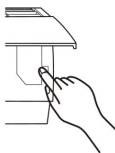

Рис.5
• Кнопка аварийного управления (рис.5)